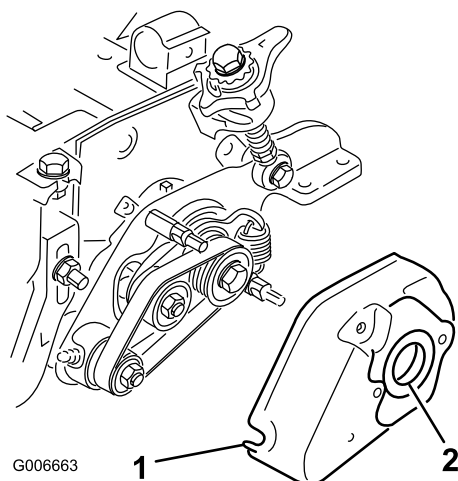
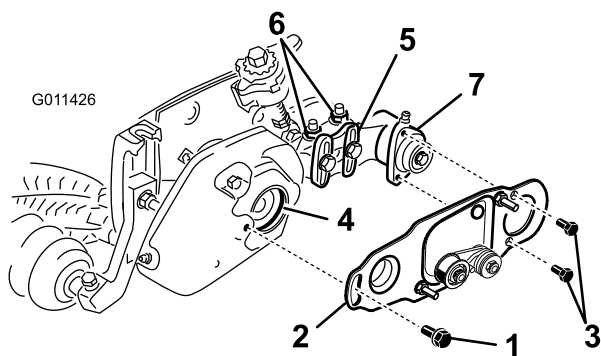

Рисунок 29
Рисунок 30
35. Установите крышку щетки и закрепите двумя фланцевыми гайками 5/16 дюйма (Рисунок 29).
36. Нанесите тонкий слой консистентной смазки по внутреннему диаметру втулки в крышке механической щетки (Рисунок 29).
37. Ослабьте затяжку болтов крепления корпуса подшипника щетки катка к монтажному кронштейну щетки катка (Рисунок 30).
38. Установите поворотную пластину щетки катка (Рисунок 30). Убедитесь в том, что втулка сохраняет правильное положение в крышке, когда выступ поворотной пластины вставляется во втулку в крышке механической щетки.
39. Нанесите состав Loctite 242 (синий) на два колпачковых винта 5/16 x 5/8 дюйма и используйте их для установки пластины щетки на корпус подшипника щетки катка (Рисунок 30). Затяните колпачковые винты с моментом 15-19 фунт-футов.
- Ослабьте 2 фланцевые контргайки, крепящие монтажный кронштейн щетки катка к боковой пластине режущего блока (Рисунок 30).
- Поверните корпус подшипника щетки катка так, чтобы пластина щетки была параллельна боковой пластине режущего блока (Рисунок 30).
- Затяните 2 фланцевые контргайки, которые крепят монтажный кронштейн щетки катка к боковой пластине режущего блока (Рисунок 30).
41. Нанесите на болт с буртиком состав Loctite 242 (синий) (Рисунок 30). Прикрепите пластину щетки к крышке механической щетки с помощью болта с буртиком. (Рис. 29.) Затяните болт с моментом 15-19 фунт-футов.